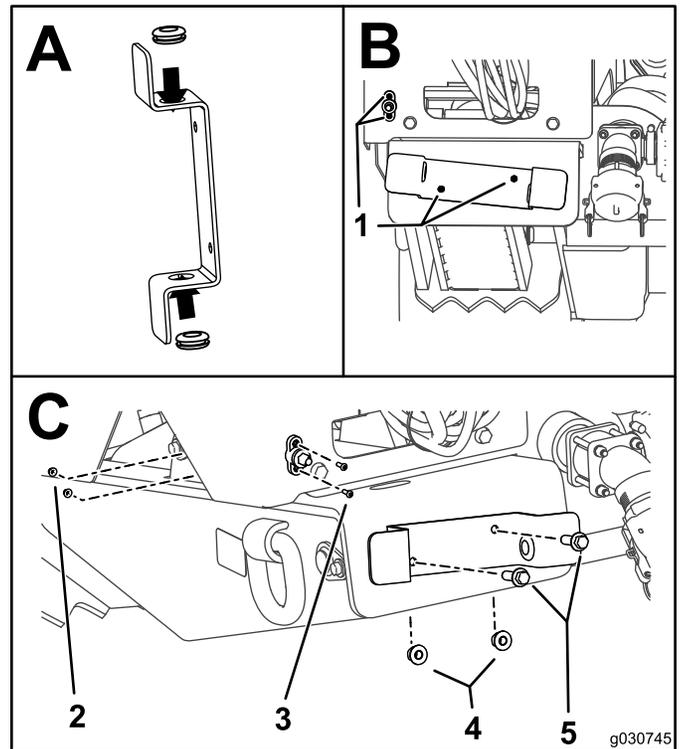

Figure 3
1. Installez les rivets sur le support (encadré A de la Figure 3).
2. Servez-vous du support et du bloc de jonction comme d'un guide pour repérer et percer 4 trous, comme illustré à l'encadré B de la Figure 3.
3. Fixez les supports au moyen de 2 boulons (M12) et 2 contre-écrous (M12), comme illustré à l'encadré C de la Figure 3.
5. Fixez le bloc de jonction au moyen de 2 boulons (M5) et 2 écrous (M5), comme illustré à l'encadré D de la Figure 3.